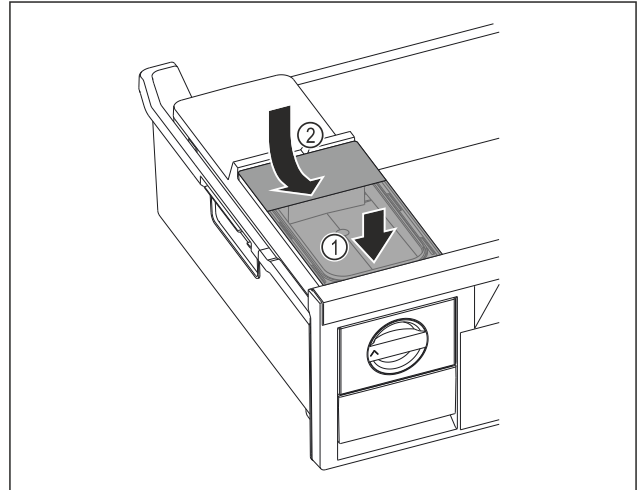

Fig. 76
- Placera vattenbehållaren fram till Fig. 76 (1)
- Sänk ned vattenbehållarens baksida. Fig. 76 (2)